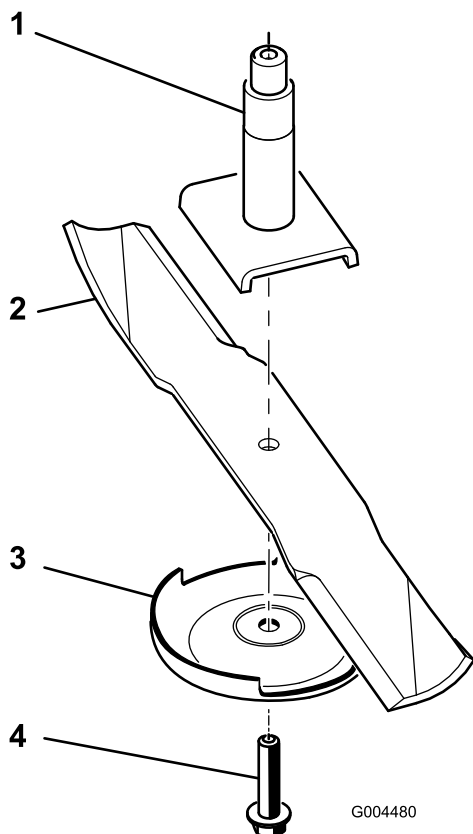

Рисунок 74
2. Поверните болт ножа по часовой стрелке, чтобы снять его (Рисунок 74).
3. Снимите защитную пластину и нож с вала шпинделя (Рисунок 74).